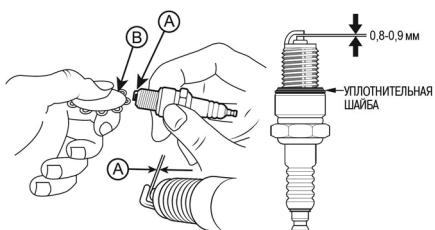

Рис. 52 Проверка зазора между электродами
- Измерьте специальным щупом зазор между электродами каждой свечи зажигания. При необходимости, установите требуемые зазоры 0,8-0,9 мм (Рис. 52).